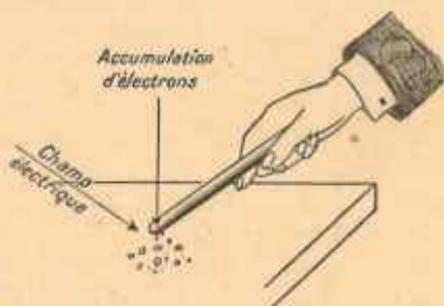

FIG. 3. — Le champ électrique.
petits bouts de papier (fig. 3) ? On dit ici que le stylo frotté est avoisiné par un « champ électrique » ;
5. En quoi consiste le magnétisme ? — Dans toutes les circonstances, qu'il soit au repos ou animé de n'importe quel mouvement, l'électron est environné d'un champ électrique : c'est là une propriété inhérente à son existence même; et c'est parce qu'il se produit un rassemblement d'électrons sur l'ébène (fig. 3) que les bouts de papier sont soulevés.
Une substance est *chargée d'électricité* quand elle renferme soit un excès, soit un défaut d'électrons, excès et défaut étant comptés par rapport au contenu d'électrons de la substance à l'état normal ou, comme on dit, « à l'état neutre ». L'excès d'électrons s'appelle « électricité négative »; le défaut d'électrons, « électricité positive ». Il est parfaitement loisible d'isoler une des deux espèces d'électricité : ainsi, le bâton d'ébonite frottée de la figure 3 est électrisé négativement : il présente un excès d'électrons.